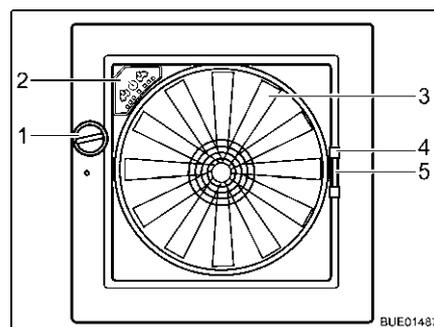

Bild 85 Dachhaube Omni-Vent
Öffnen: ■ Drehknopf (Bild 85,1) drehen, bis der gewünschte Öffnungswinkel erreicht ist.
Schließen: ■ Drehknopf (Bild 85,1) drehen, bis Dachhaube vollständig geschlossen ist.
- Insektenschutz am Griff (Bild 85,4) zur gegenüberliegenden Rahmenseite ziehen.
- Griff (Bild 85,5) der Verdunklung zusammendrücken.
- Ventilator** Wenn die Dachhaube geöffnet ist, kann der Innenraum mit dem 6-stufigen Ventilator (Bild 85,3) belüftet und entlüftet werden. Der Ventilator wird am Bedienfeld (Bild 85,2) bedient.